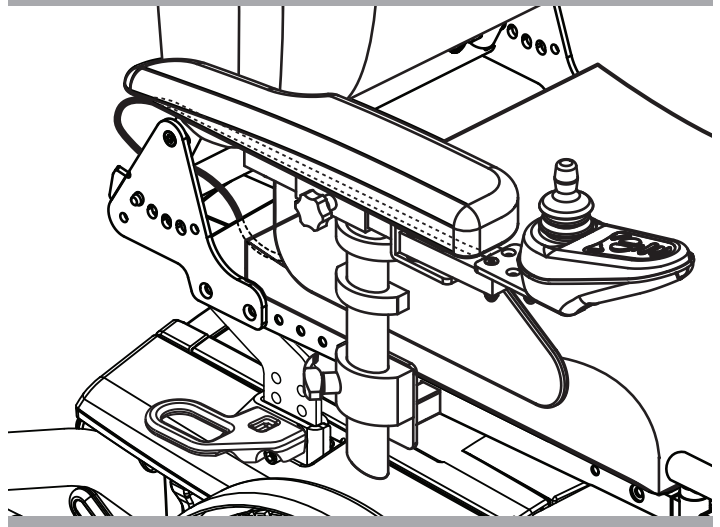

Figure 16. Câble passé
7. Diriger le harnais de contrôleur au devant de la base de pouvoir et reconnecter le contrôleur. **Voir la figure 16.**